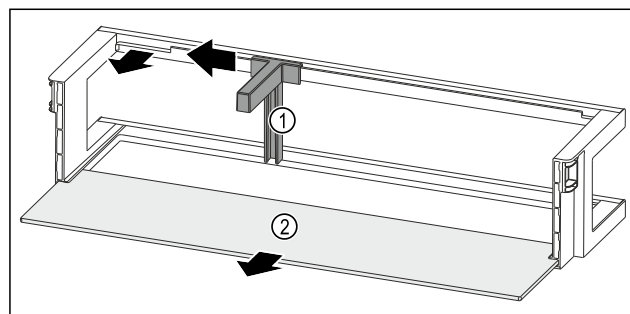

Fig. 51 Durų lentynėlė su butelių laikikliu ir lentyna
- ▶ Nustumkite butelių laikiklį Fig. 51 (1) iki angos į šoną.
- ▶ Išimkite butelių laikiklį Fig. 51 (1).
- ▶ Išimkite lentyną Fig. 51 (2).